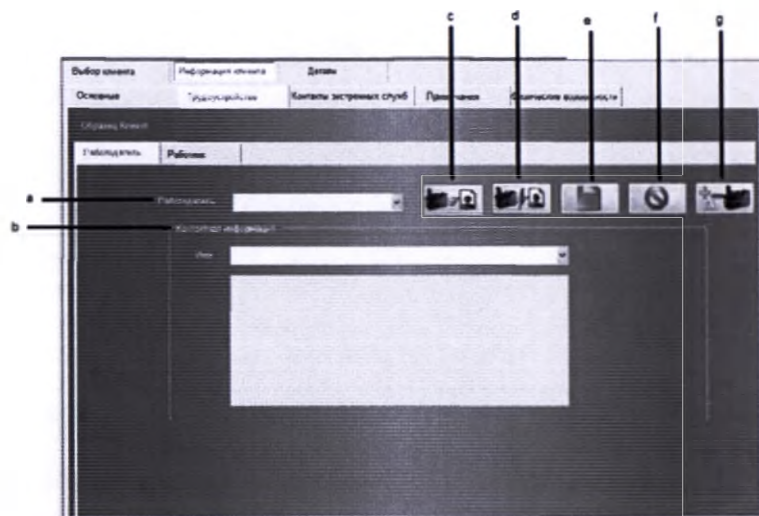

Рисунок 3-24. Информация о пациенте – Работа по найму
1. РАБОТОДАТЕЛЬ (РИСУНОК 3-24)